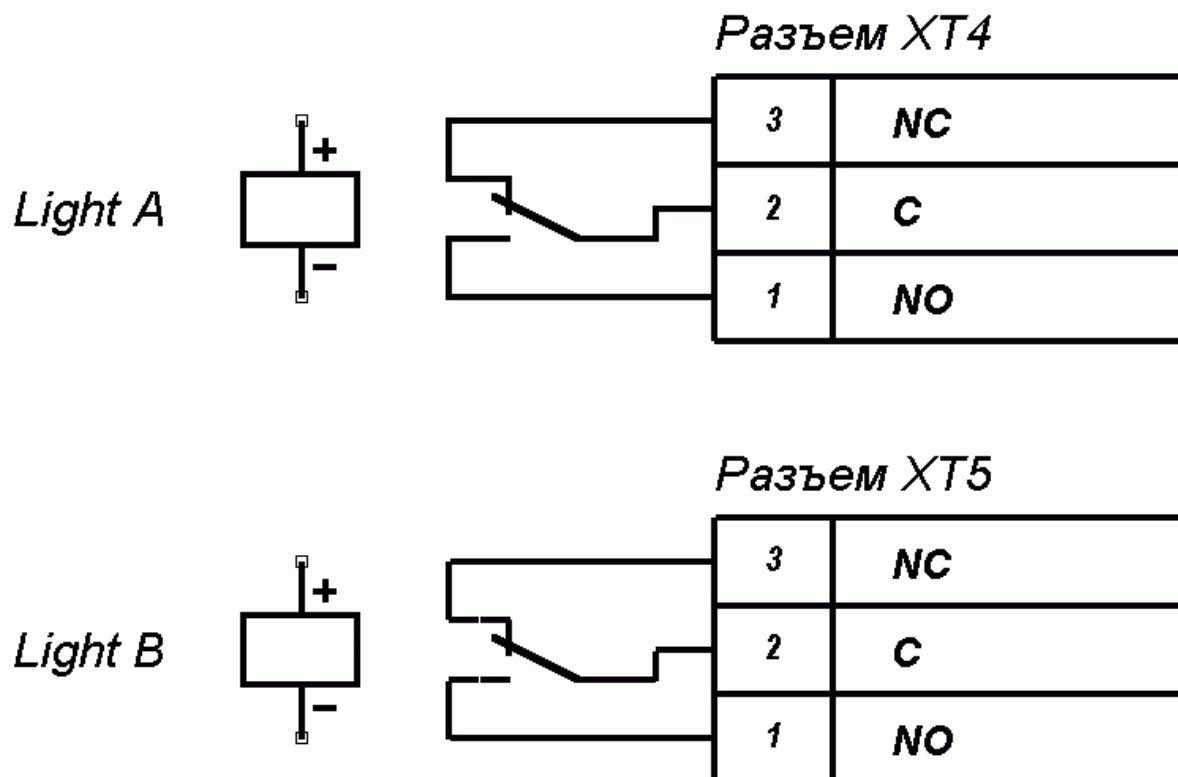

Рисунок 7 – Выходные каскады для Light A и Light B
5.10.1 Информационные световые индикаторы подключаются на клеммные колодки "XT4" (Light A) и "XT5" (Light B). При этом реле Light A (Light B) активизировано (на его обмотку подано напряжение), когда горит соответствующий данному направлению прохода световой индикатор зеленая стрелка, а красный световой индикатор погашен. Реле Light A (Light B) нормализовано (на его обмотку напряжение не подано), когда соответствующий данному направлению прохода красный световой индикатор горит, а световой индикатор зеленая стрелка погашен. Факт срабатывания/отпускания реле Light A и Light B можно определить по загоранию/гашению красных индикаторов, которые установлены вблизи указанных реле (см. рисунок 2). Выходные каскады для Light A и Light B – перекидные контакты реле (см. рисунок 7) со следующими характеристиками сигналов: